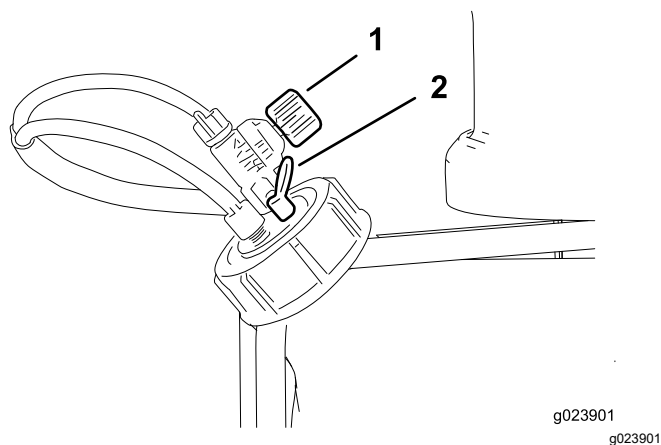

Bild 32
ein Absenken des Flusses ergibt kleinere, nicht so häufige Schaumtropfen (Bild 32).
- Druckentlastungsventil: Ziehen Sie die rote Nase am Behälterdeckel nach außen, um den Druck im Behälter abzulassen (Bild 32).